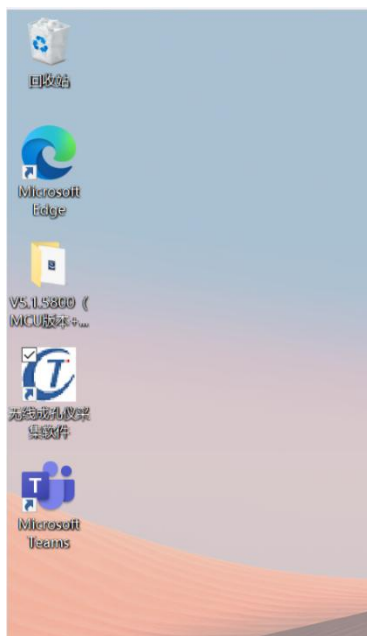

图3-1 系统启动
1) 成孔成槽检测仪开机方式——打开平板电脑，如图3-1所示：